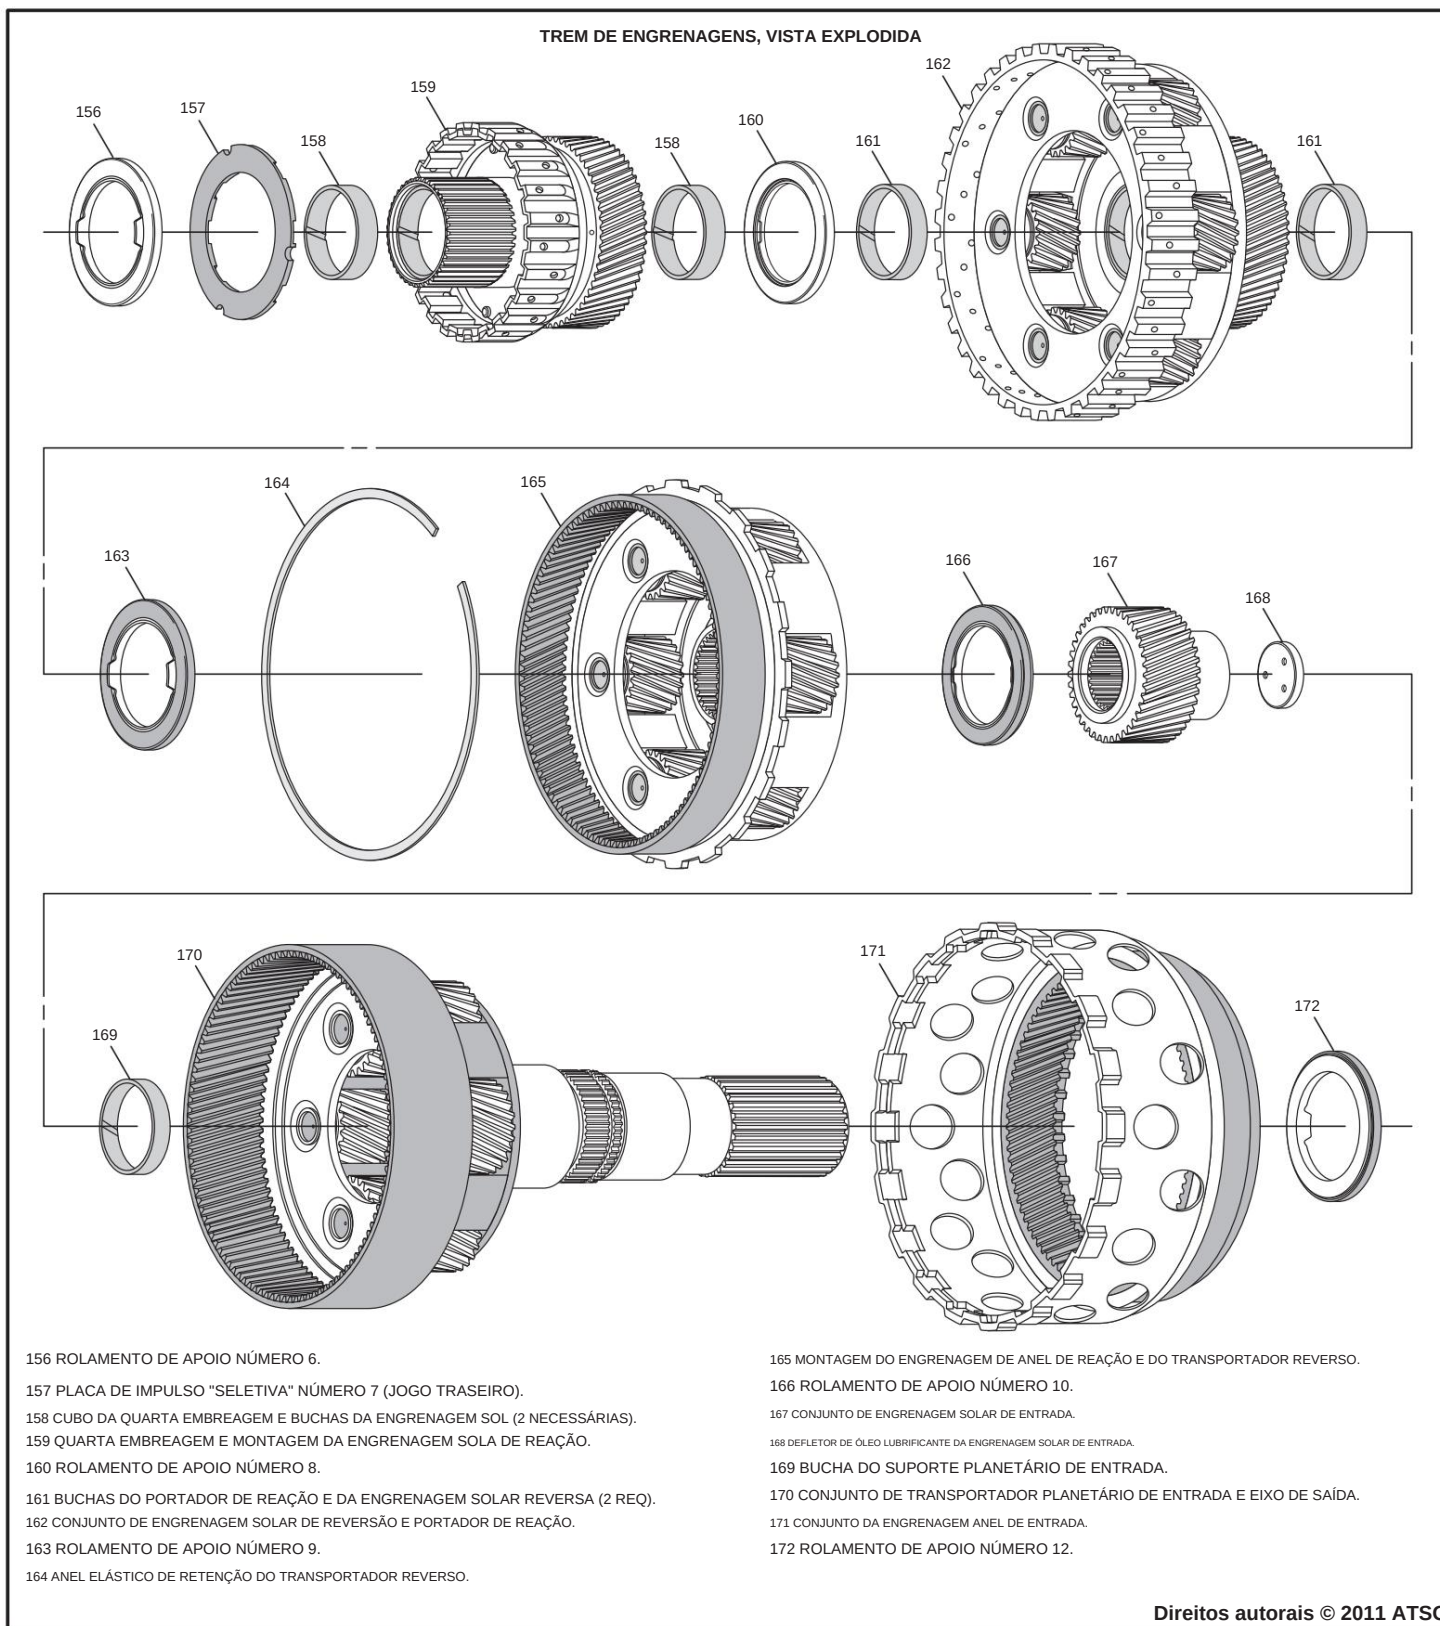

Figura 85
1. Para desmontar o trem de engrenagens traseiro, você deve remover o anel elástico (164) mostrado na Figura 85.